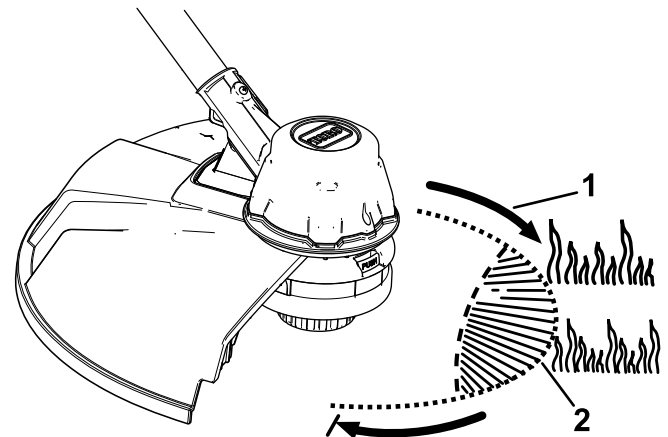

Figur 11
Trimmern fabriksmonteras med ett skärsvep på 36,6 cm enligt beskrivningen i A i Figur 11. Se följande anvisningar för att justera svepet till 40,6 cm enligt beskrivningen i D i Figur 11.
1. Ta bort svepkniven från skyddets undersida genom att ta bort de två skruvarna som håller den på plats med hjälp av den medföljande insexnyckeln (B i Figur 11) och vrid svepkniven ett halvt varv.
2. När svepkniven har vridits ska du montera den på skyddet med de två skruvarna som du tog bort tidigare (C i Figur 11).